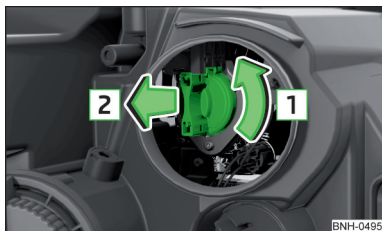

Abb. 155
- › Den Sockel bis zum Anschlag in Pfeilrichtung **1** drehen » Abb. 155.